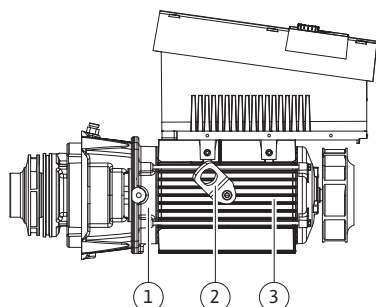

Fig. 13: Moottori-juoksupyöräyksikkö
Asennusteknisesti kuuluvat juoksupyörä (Fig. 6, pos. 6) ja tiivistelappi (Fig. 6, pos. 7) moottori-juoksupyöräyksikköön (Fig. 13).
Tällöin kuljetussilmukat (Fig. 13, pos. 2) poistetaan moottorilapasta (Fig. 13, pos. 1) ja asetetaan moottorin koteloon ja kiinnitetään jälleen samoilla ruuveilla moottorin koteloon (Fig. 13, pos. 3).